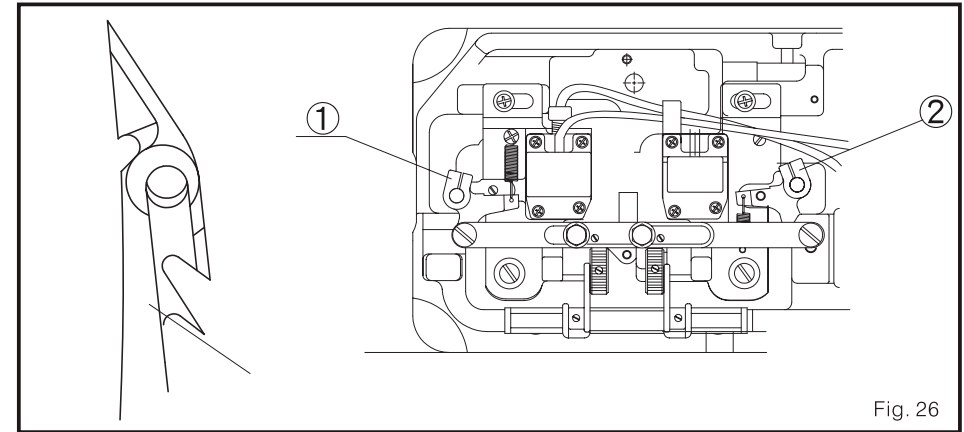

Fig. 26
4. A posição standard relacionou entre a faca móvel e a mola base do lanzadera é quando a gorjeta da mencionada faca que ista alinhou com a parte posterior da mola base do lanzadera. ajustar isto, por favor, fazem isto depois de soltar os parafusos fixados 1 e 2. (Fig. 26)